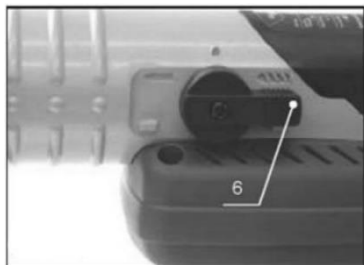

Рис. 4
Для того, чтобы установить режим сверление с ударом, необходимо рычаг (поз.б. рис.4) ударного механизма повернуть на символ «сверло».
- Для того, чтобы установить режим удара, необходимо рычаг (поз.б. рис.4) ударного механизма повернуть на символ «долото».